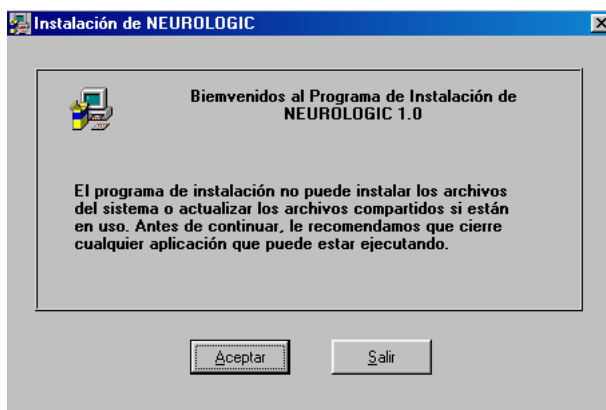

Figura 4. Ventana principal de instalación
Paso 4: empezara el programa de instalación, para continuar de clic en el botón “Aceptar” y para cancelar la instalación de clic en al botón “Cancelar” . la Figura 4 muestra la Ventana principal de instalación.